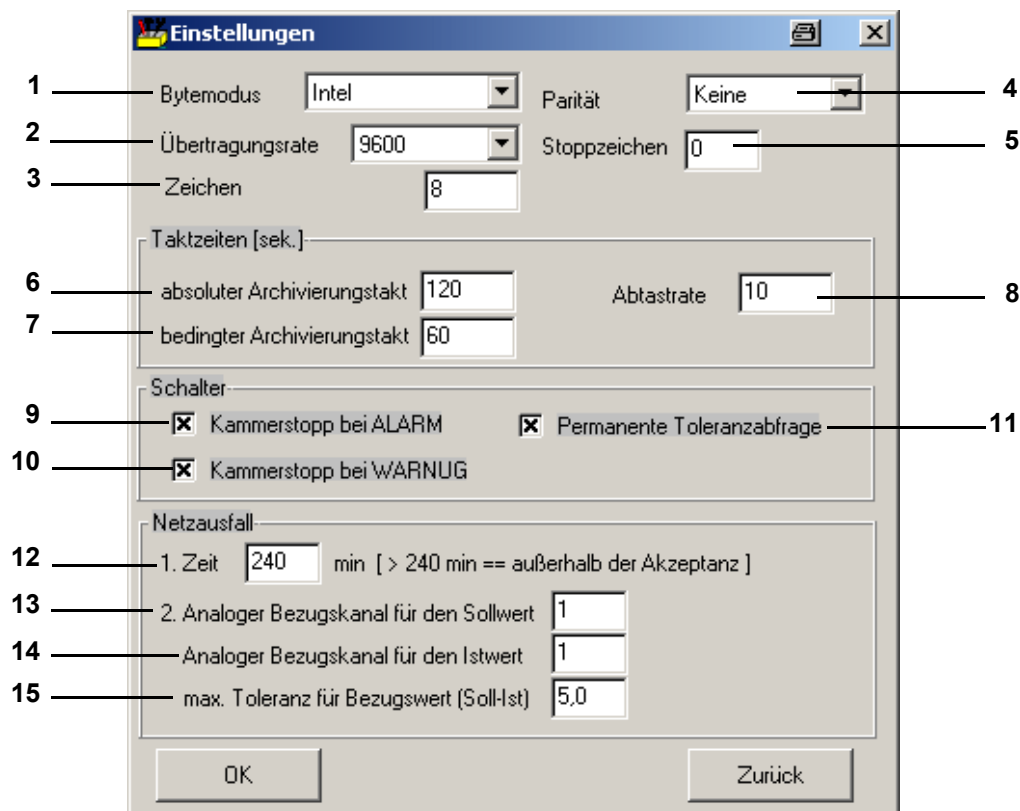

Abb. 3-10: Einstellungen
→ *Abb. 3-10: »Einstellungen« (Seite 37)*
- 6 Zeit zwischen zwei Archivierungstakten → Abb. 3-10: »Einstellungen« (Seite 37)
→ Abb. 3-10: »Einstellungen« (Seite 37)